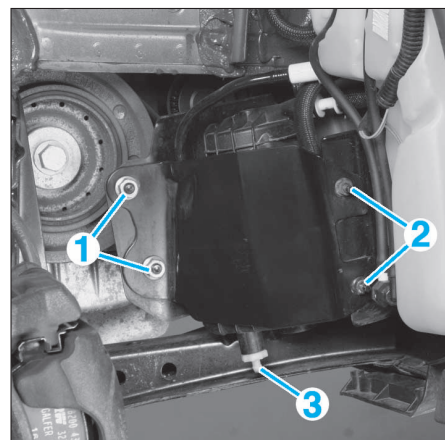

FIG. 67
- les écrous de fixation (1) et (2) du cache de protection du filtre puis le dégager (Fig.67).